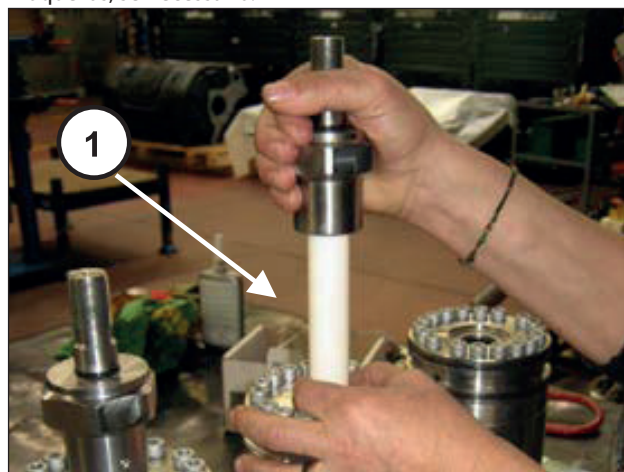
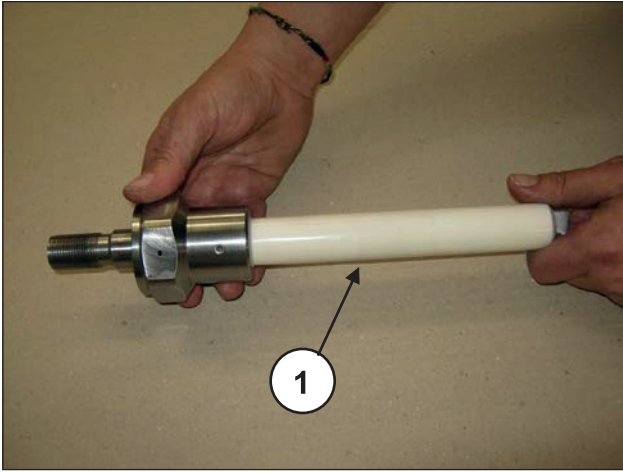

Fig. 186
Fig. 187
Remova os elementos do bombeamento extraindo-os manualmente das camisas (pos. ①, Fig. 186) e controle o seu estado de desgaste (pos. ①, Fig. 187).